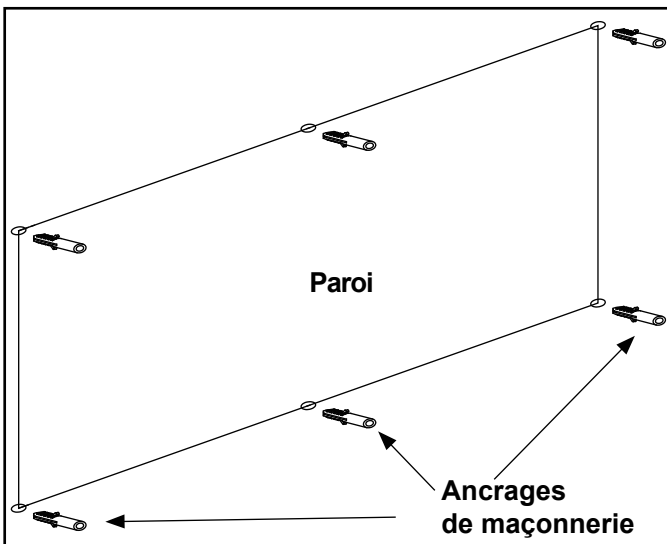

Figure 4.7 Positionnement des ancrages de maçonnerie
- Dans les emplacements marqués, percez des trous de 7,9 mm (5/16 po) de diamètre et de 38 mm (1-1/2 po) de profondeur. Voir la figure 4.7.